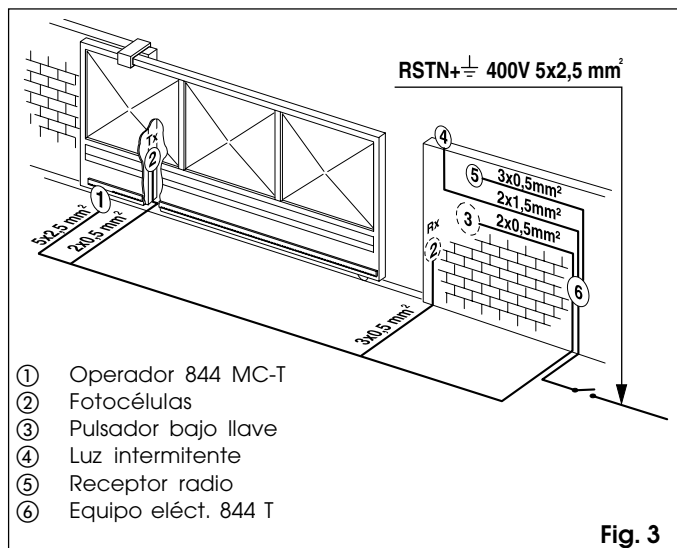

Fig. 3
- 4) Predispongan los cables eléctricos para la conexión con los accesorios y la alimentación eléctrica como muestra la Fig.3. Para efectuar fácilmente las conexiones dejen sobresalir los cables unos 45 cm. del orificio (Fig.5-6 ref. 1) de la placa de cimentación.
Siguiendo las indicaciones de la Fig.3 preparen las canalizaciones y efectúen las conexiones eléctricas del equipo electrónico 844 T con los accesorios elegidos.